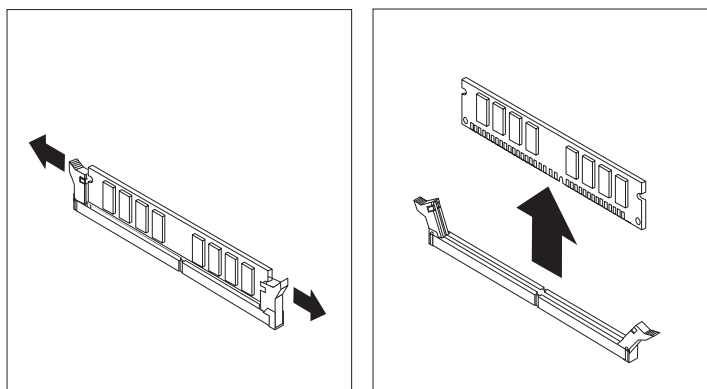

Figura 25. Extracción de un módulo de memoria
3. Extraiga el módulo de memoria que va a sustituir abriendo los clips de sujeción. Consulte la Figura 25.